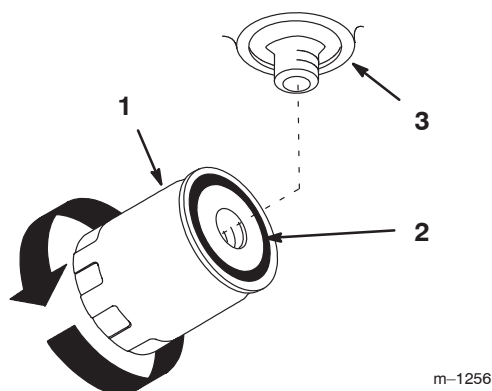

Figure 33
3. Appliquez une fine couche d'huile neuve sur le joint en caoutchouc du filtre de rechange (Fig. 33).
- Montez le filtre de recharge sur l'adaptateur. Tournez le filtre dans le sens horaire jusqu'à ce que le joint en caoutchouc touche l'adaptateur, puis donnez 1/2 tour supplémentaire (Fig. 33).